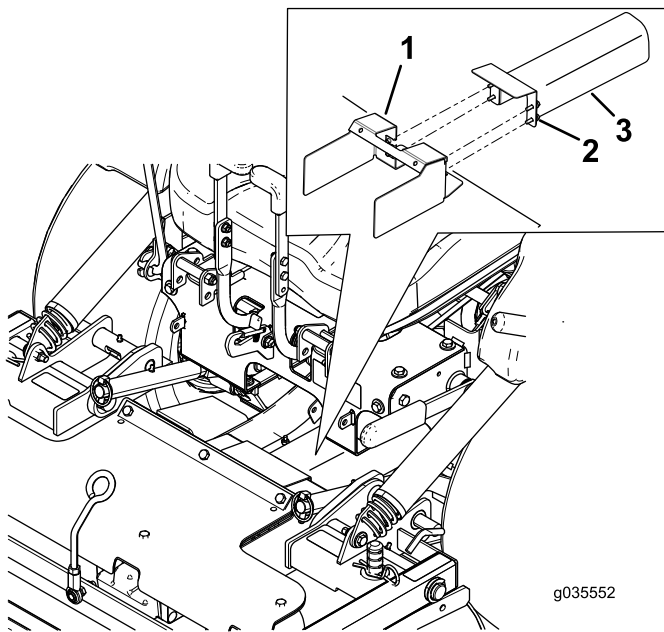

Figura 9
5. Afloje los pernos y retire los protectores metálicos indicados en la **Figura 9**.
2. Instale los protectores metálicos y los pernos, tal y como se muestra en la Figura 9.